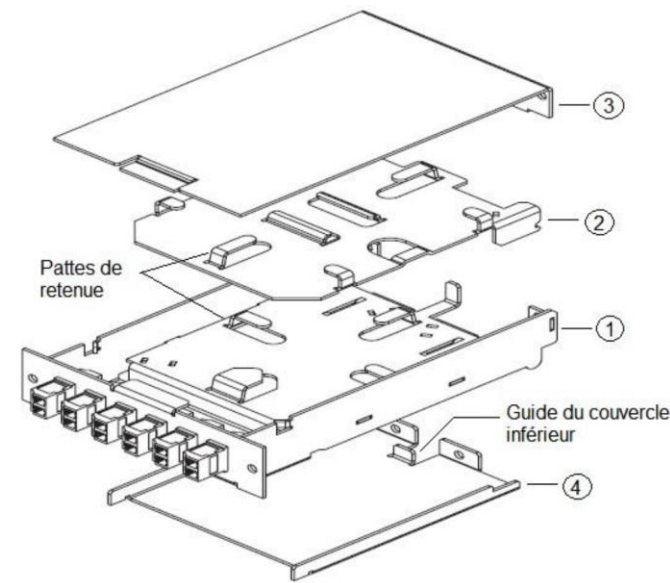

Figure 1
**2.0** Identification des composants du module (figure 1).